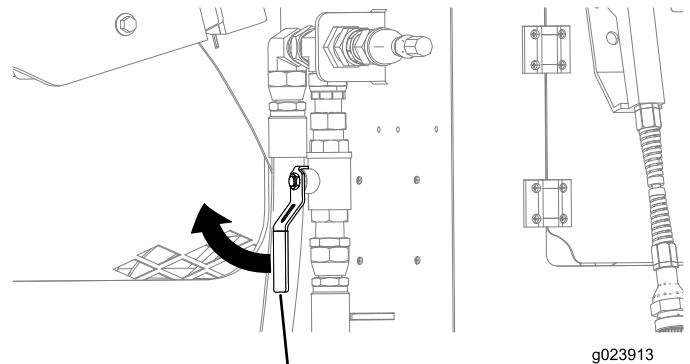

Figura 165
4. A válvula próxima ao compartimento traseiro deve estar na posição fechada (Figura 165).